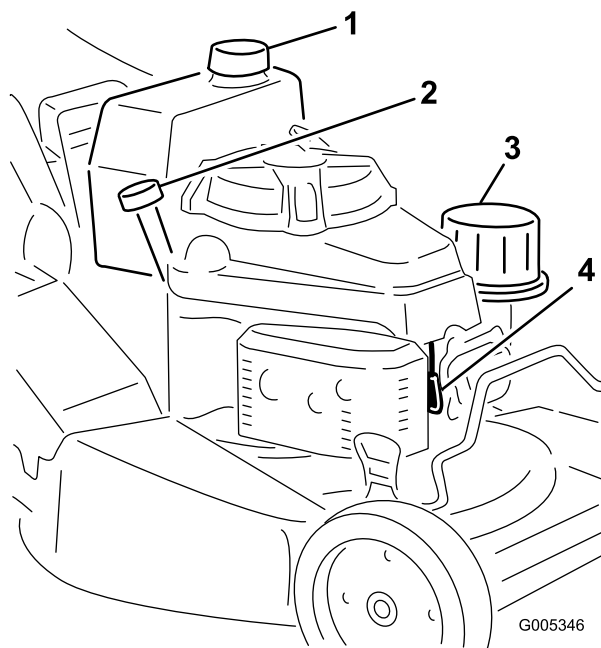

Figura 12
1. Limpie alrededor del tapón del depósito de combustible (Figura 12).
1. Conecte el cable de la bujía (Figura 12).